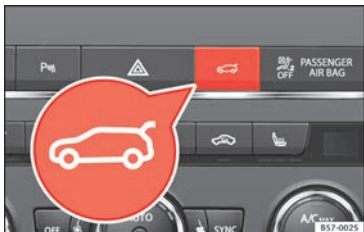

Fig. 134 Console centrale: tasto per aprire e chiudere il portellone del bagagliaio.
- **OPPURE:** premere per almeno un secondo il tasto sulla console centrale » fig. 134. Il tasto funziona anche con il quadro spento.
- **OPPURE:** premere il tasto ⇄ situato nella console centrale fino a che non si chiude il portellone del bagagliaio » fig. 134.